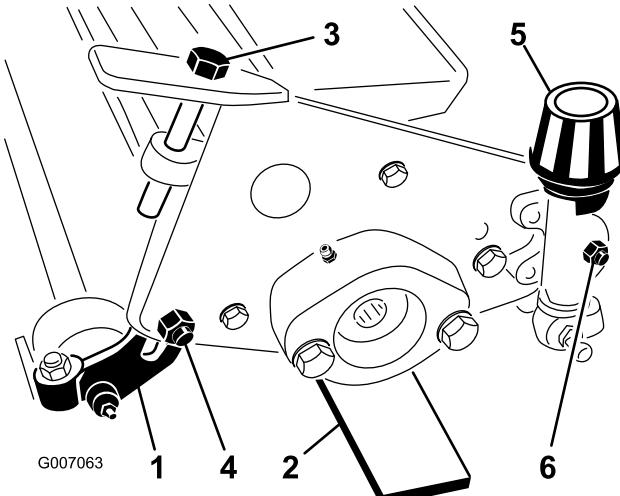

Figura 2
2. Allentare i (2) dadi di bloccaggio sui bulloni a testa tonda fissando le staffe delle ruote posteriori sul telaio dell'elemento antifiltro (Figura 2).
4. Ruotare i viti di regolazione a testa cilindrica su ciascuna estremità del dispositivo antifiltro in modo che le staffe delle ruote posteriori si sollevino alla massima posizione "su" (Figura 2). Poggiare le ruote
1. Barra di misura (4)
3. Tenendo entrambe le ruote posteriori a contatto con la superficie piana, allentare entrambi i dadi di bloccaggio della manopola dell'altezza di taglio. Ruotare le manopole dell'altezza di taglio finché entrambe le estremità del rullo anteriore non entrano in contatto con la superficie piana. Verificare il contatto mediante un pezzo di carta controllando ciascuna estremità del rullo. Serrare nuovamente entrambi i dadi di bloccaggio della manopola dell'altezza di taglio (Figura 2).